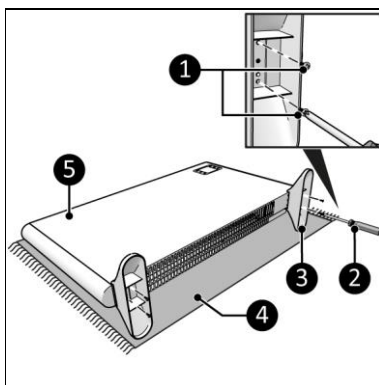

Figure 6
1. Posez l'appareil sur une surface douce et stable (Figure 6, pos. 4).
2. Placez les pieds (Figure 6, pos. 3) des deux côtés du corps principal (Figure 6, pos. 5).
3. Vissez et serrez les pieds avec une petite vis (Figure 6, pos. 1) à l'aide d'un tournevis Phillips (Figure 6, pos. 2).